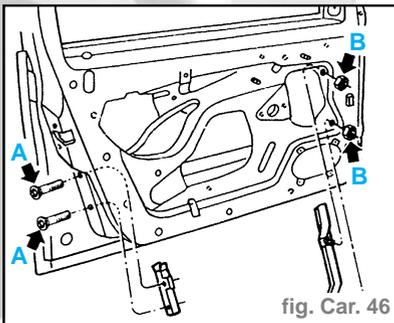

fig. Car. 46
- Remonter entièrement la glace. Dévisser les vis (A), déposer ensuite le guide AR de la glace (fig. Car. 46). Dévisser les vis (B), déposer ensuite le guide AV de la glace.